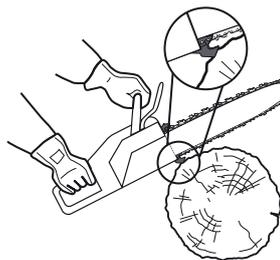

Fig. 29
- > Attendez que la chaîne [6] tourne à plein régime avant de commencer à couper. Avant de commencer la coupe, posez l'élagueuse sur le bois en l'appuyant sur une griffe d'abattage, puis servez-vous de la griffe d'abattage comme point de levier au cours de la coupe (Fig. 29).